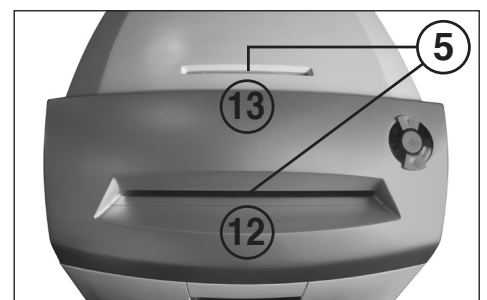

Fig. 3
5 = Fotocellula (avanzamento) (Fig. 3)
12 = Vano di alimentazione carta (Fig. 3)
13 = Vano di alimentazione carta di sicurezza (Fig. 3)
Inserire **carta** nella taglierna attraverso il vano di alimentazione (12) (Fig. 3).
Inserire nella taglierna i **supporti dati** (CD, DVD oppure carte di credito) singolarmente attraverso il vano di alimentazione di sicurezza posizionato separatamente (13) (Fig. 3).